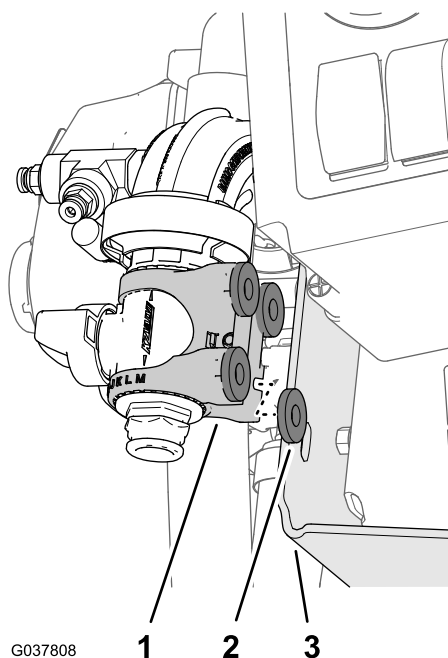

图91
3. 对齐法兰切断阀尼龙支架与阀门安装架之间的 4 个垫圈 5/16 x 13/16 英寸**图91**。